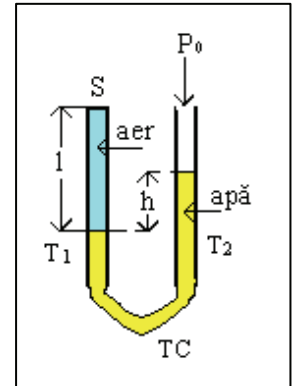

Fig. 1
La capătul închis al unui tub din sticlă în formă de U se află o cantitate de aer, mărginită de o coloană de apă. Turnând apă în ramura deschisă, aerul este comprimat, apărând o denivelare  $h$  între nivelele apei din cele două ramuri (fig. 1, 2). Presiunea,  $p$ , și volumul,  $V$ , ale aerului sunt:
□ două tuburi din sticlă, cam de 1 m lungime:  $T_1$  – închis la capătul superior și  $T_2$  – deschis la capătul superior (fig.1, 2, 3), pe care s-au lipit „rigle” din hârtie milimetrică (**R**), hârtie milimetrică;
□ Se citesc, pe „riglele” din hârtie milimetrică: lungimea  $l$  a coloanei de aer din tubul închis și denivelarea  $h$  între nivelul apei în tubul deschis și nivelul ei în tubul închis (fig. 1, 2, 3).